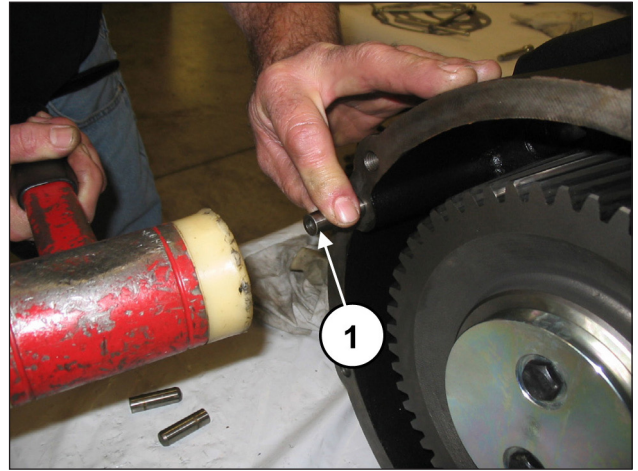
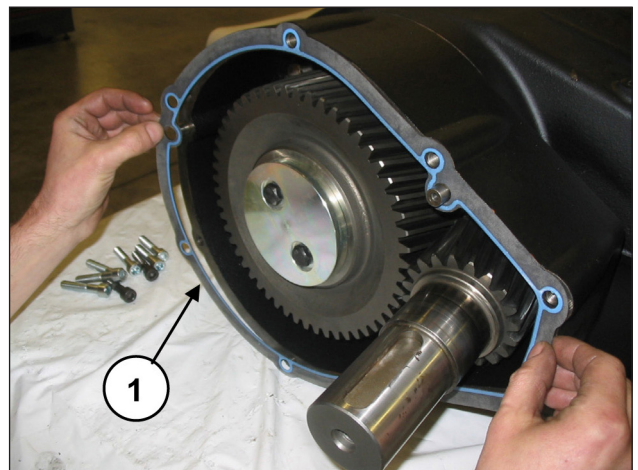

Fig. 64
Fig. 65
Appliquer les 3 goupilles Ø12x40 au boîtier du réducteur (rep. ①, Fig. 64) et insérer le joint (rep. ①, Fig. 65).